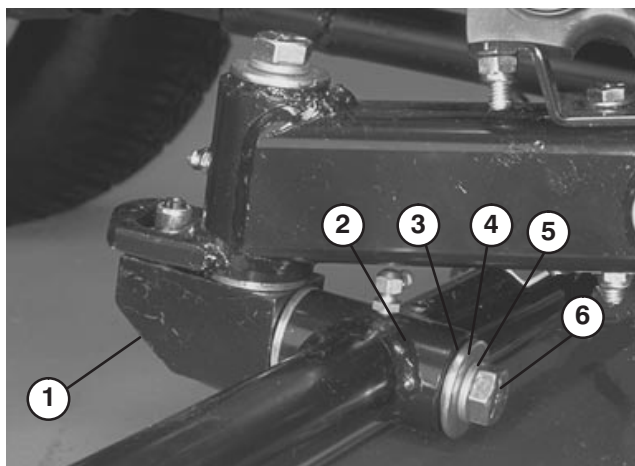

Figure 9
7. Alignez l'arbre de montage du plateau de coupe avec le tube de pivot sur le bâti porteur. Insérez l'arbre dans le tube (Fig. 9).
8. Fixez l'arbre dans le tube de pivot au moyen d'une rondelle de butée, d'une rondelle plate, d'une rondelle-frein et d'une vis (Fig. 9).